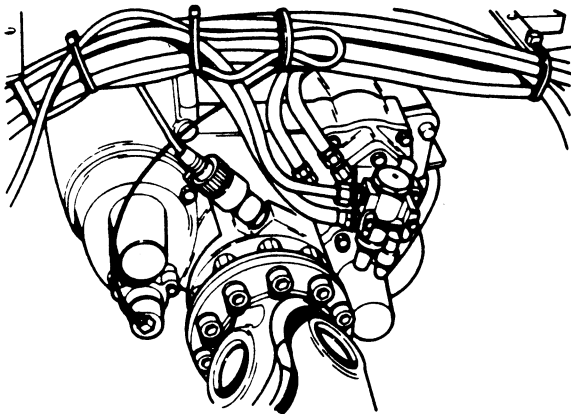

Fig. 2
- Verwijder de gecombineerde drukregelaar/luchtfilter en hang de drukregelaar opzij aan het chassis (Fig. 2).